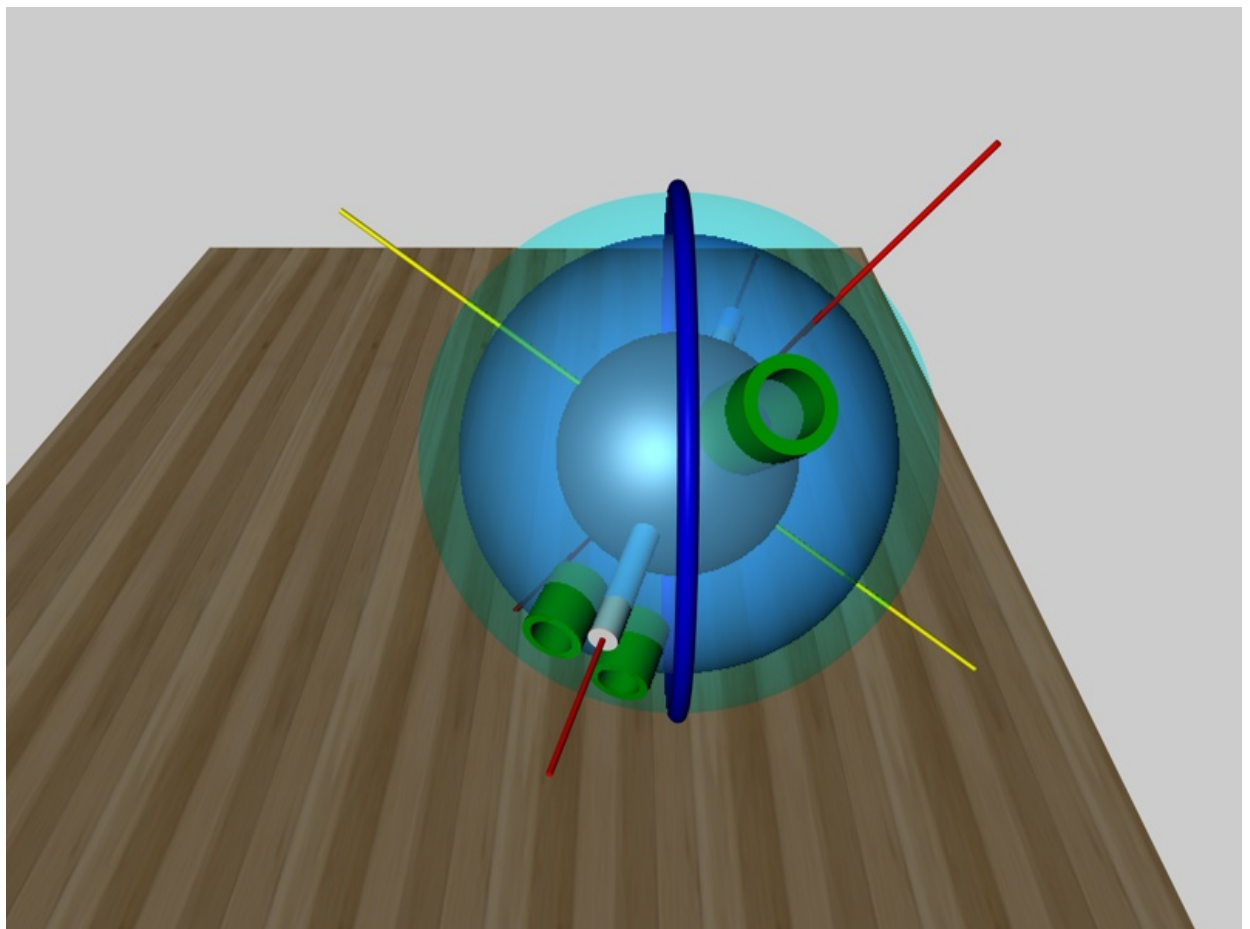

Рисунок 6.
**Полный ролинг** - масляный след проходит по всей окружности (рис.6)